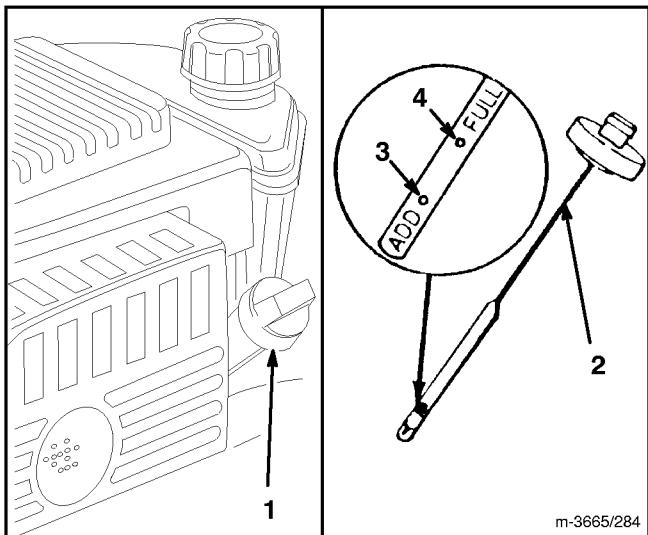

Abbildung 9
Das Kurbelgehäuse mit Öl vom Typ SAE 30 oder 10W30 füllen, bis der Olstand die Markierung VOLL auf dem Meßstab erreicht (siehe Abb. 9). Das Kurbelgehäuse faßt maximal 0,65 Liter Öl. Verwenden Sie qualitativ hochwertige OIe, die den API (American Petroleum Institute) Normen SF, SG, SH oder SJ entsprechen.
Vor jedem Gebrauch sicherstellen, daß sich der Olstand zwischen VOLL und NACHFÜLLEN befindet (Abb. 9). Öl nachfüllen, falls der Olstand zu niedrig ist.
3. Den Olmeßstab abwischen und in den Einfüllstutzen stecken. Die Verschlußkappe um eine Vierteldrehung drehen. Den Meßstab wieder herausziehen und den Olstand prüfen (Abb. 9). Ist der Olstand niedrig, den Olstand nur bis zur VOLL-Markierung auffüllen. **NICHT ÜBER DIE VOLL-MARKIERUNG ANFÜLLEN, DENN DER MOTOR KÖNNTE BEIM STARTEN BESCHÄDIGT WERDEN; ÖL LANGSAM EINFÜLLEN.**
1. OLSTAND PRUFEN—Olstand, wie auf dem Olmeßstab gezeigt, zwischen VOLL und NACHFÜLLEN halten (Abb. 9).